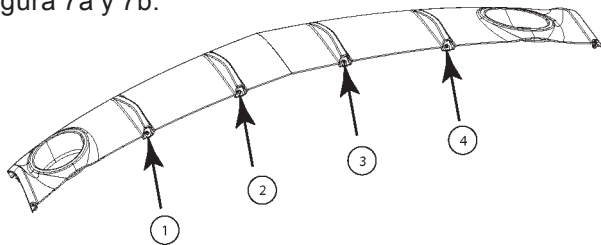

FIGURA 7A
11. Desinstale 6 tuercas en U con un destornillador ranurado, guarde 4 de las 6. Deseche el difusor trasero. Consulte la figura 7a y 7b.